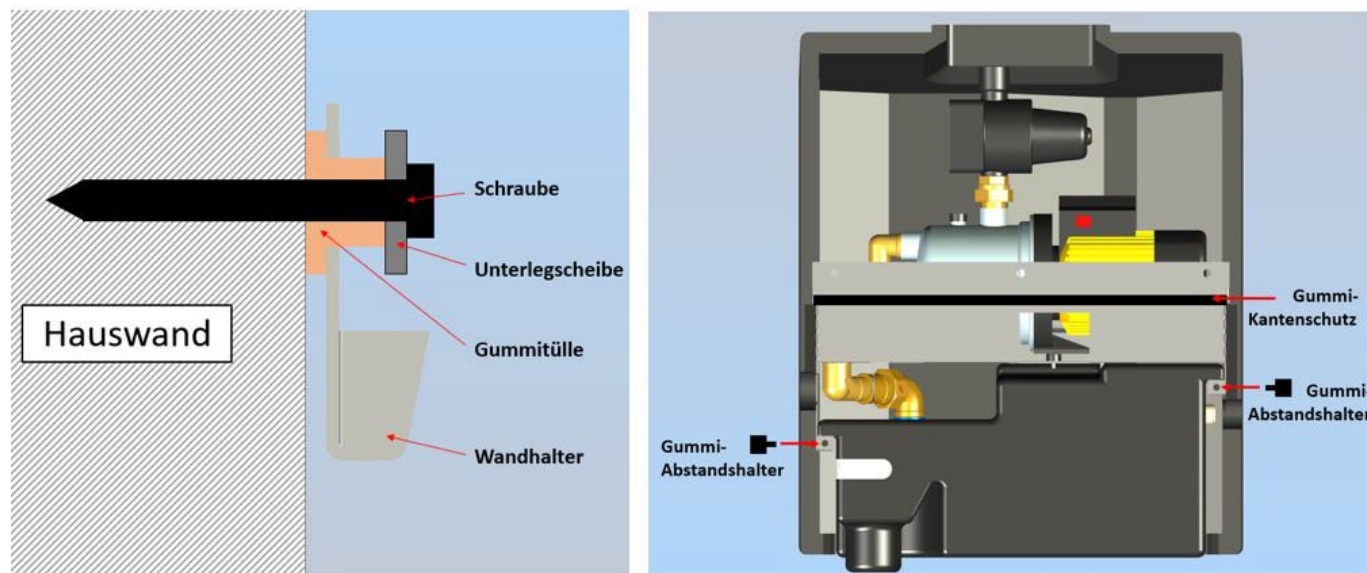

Abbildung 6: Wandmontage RM5 - Bild links / Bild rechts
- ▶ Um den Wandhalter schallentkoppelt zu montieren, die 3 Gummitüllen in die Bohrungen des Wandhalters stecken, dicke Seite der Gummitülle Richtung Hauswand (siehe Abbildung 6: Wandmontage Bild links).
- ▶ Wandhalterung mit den Gummitüllen mittels Schrauben und Unterlegscheiben sicher befestigen (siehe Abbildung 6: Wandmontage Bild links). Darauf achten, dass
- ▶ Die zwei beiliegenden Gummi-Abstandshalter (M6 x 15 mm) in die Gewindelöcher auf der unteren Rückseite vom *Regenmanager®* einschrauben (siehe Abbildung 6: Wandmontage Bild rechts).